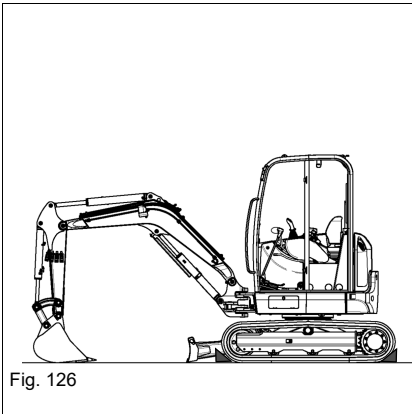

Fig. 126
10. Placer des cales pour empêcher que la machine se déplace (voir la Fig. 126).